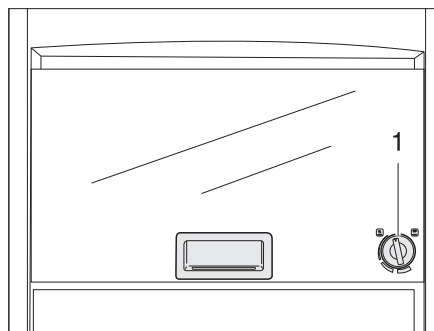

Fig. 217 Horno de gas (Dometic)
- Presionar el regulador giratorio (Fig. 217,1) ligeramente y girarlo hacia la izquierda a una posición cualquiera.
- Girar el regulador giratorio (Fig. 217,1) a "O". La llama se apaga.